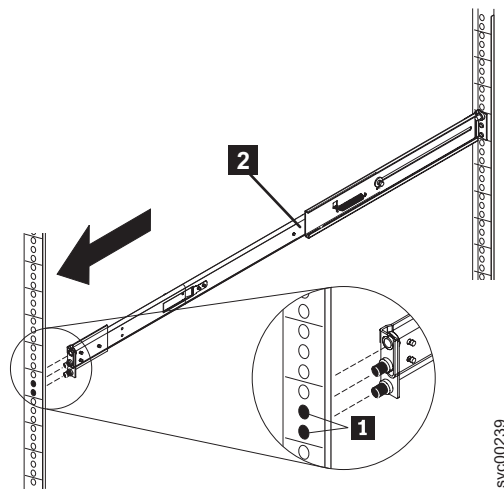

図 61. 右側レールの引き伸ばし
4. 図 61 に示すように、レール・ピン **1** が前面ラック・マウント・フランジを通過して突き出るように、右側スライド・レール **2** を伸ばしてフランジに挿入します。同じ方法で左側レールを挿入します。